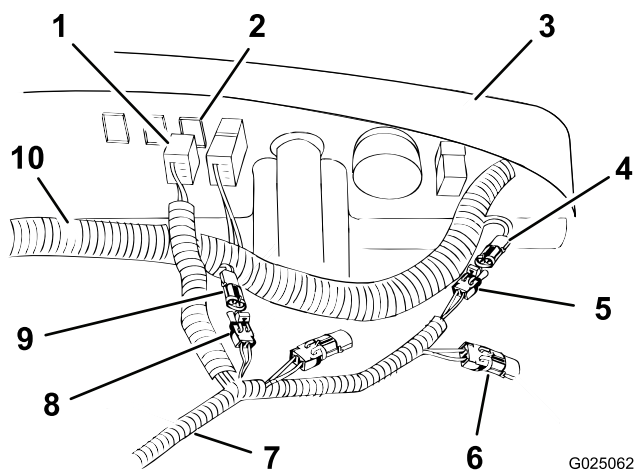

Figure 8
4. Localisez le connecteur de sortie 48 V optionnel comme indiqué sur le faisceau de câblage et enlevez le capuchon. Connectez le faisceau d'accessoire au connecteur 48 V, comme montré à la Figure 8.
7. Mettez le connecteur d'interrupteur en place derrière l'obturateur dans la planche de bord, comme montré à la Figure 8.